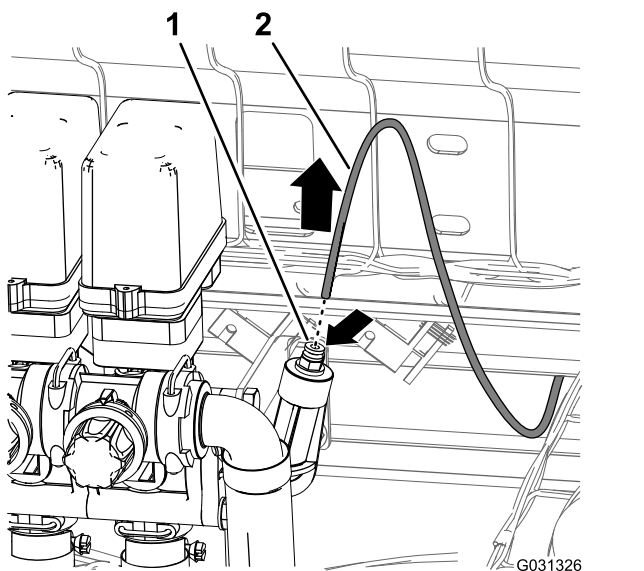

Рисунок 42
- Вдавите запорное кольцо соединительной муфты трубки в отверстие линии нагнетания с правой стороны клапана правой секции стрелы (Рисунок 42).
2. Вытяните трубку датчика давления для манометра на приборной панели из соединительной муфты (Рисунок 42).